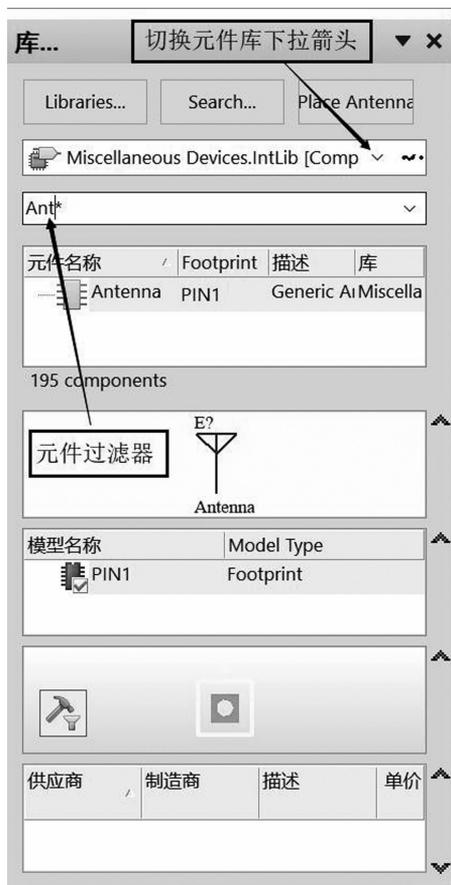

图 4-67 在已知库中查找元件
如果设计者使用的是一个较为普通的器件，一般在默认库中都有，选择好自带的默认库，或者是知道某个元件在自建的元件库文件中，即可安装加载自建的元件库，然后在里面查找元件。具体操作如图4-67所示：
(1) 单击“库”面板中元件库的下拉箭头，如图 4-67 所示，使 Miscellaneous Devices.IntLib 元件库为当前库。
(2) 在元件列表中任意选择一个元件，此处以 Cap 电解电容为例，然后单击“Place”按钮，也可以双击元件名，光标将变成十字状，并且在光标上“悬浮”着一个所选元件的轮廓，现在处于元件放置状态，如果移动光标，元件轮廓也会随之移动。